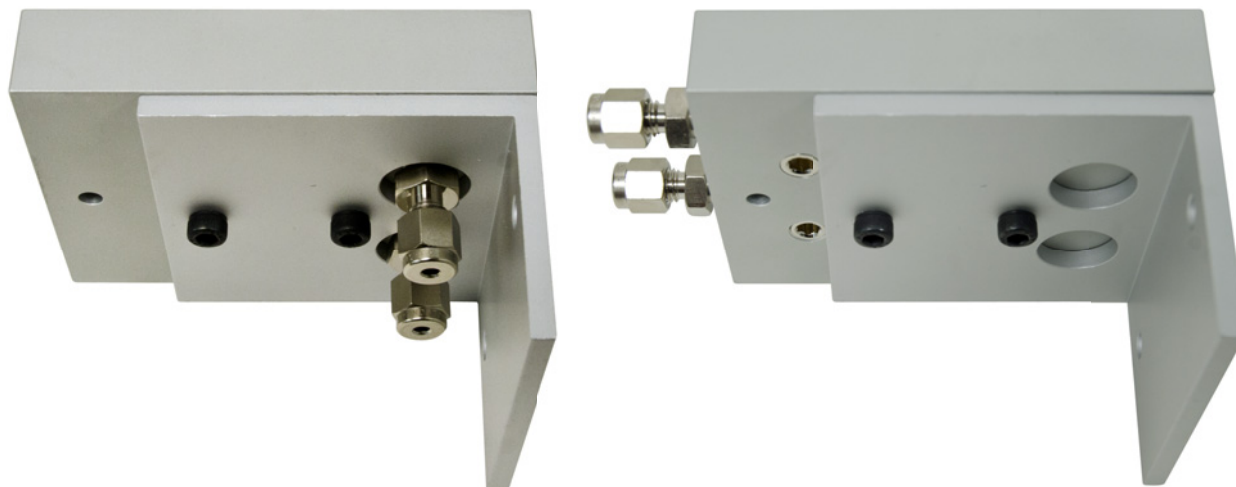

图 9. 墙上安装固定支架上的连接单元方向
- a 根据连接单元上的入口/出口接头方向，将连接单元与支架对齐，如图 9 所示。